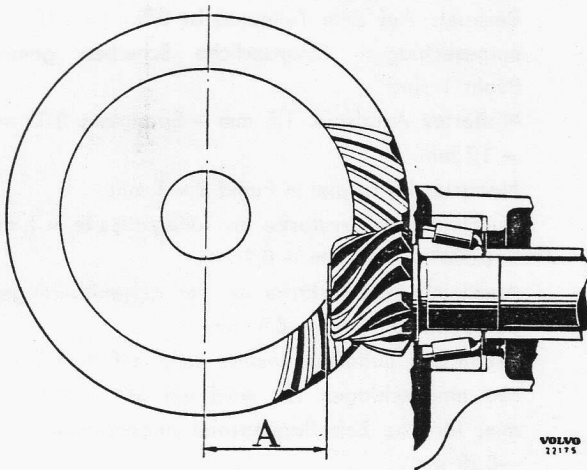

Bild 5-35. Antriebskegelrad-Stellung
- Das Antriebskegelrad soll einen bestimmten Achsabstand (A. Bild 5-35) zur Tellerrad-Mittellinie haben. Trotz sorgfältigster Bearbeitung sind bei der Herstellung gewisse Abweichungen vom Nennwert des Achsabstandes unvermeidbar. Die Abweichungen sind durch ein + oder — Zeichen an der Stirnseite des Antriebskegelrades gekennzeichnet. Wenn das Antriebskegelrad mit einem + Zeichen versehen ist, muss der Achsabstand